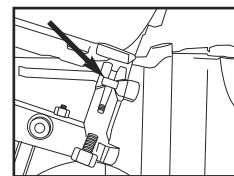

Figure 1
1. **Ouvrir la cartouche :** Abaissez le loquet de la porte et faites pivoter la porte/cartouche vers l'extérieur. (Voir Figure 1)
3. Dégagez le bouton de verrouillage. (Voir Figure 1)